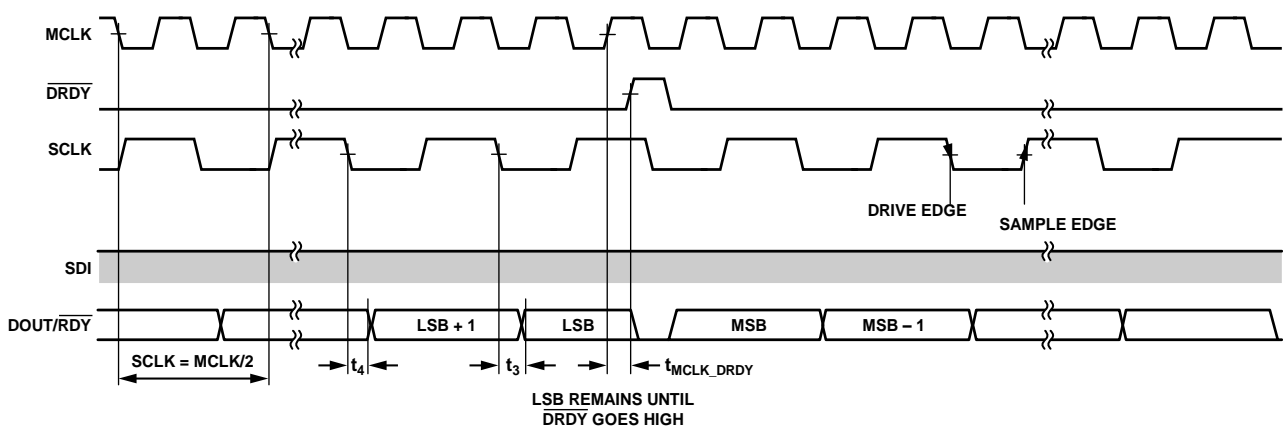

図95. SPI制御、連続リードバック・モードでの変換読出しのための推奨インターフェース
AD7768-1のインターフェースは柔軟で、様々なDSPとマイクロコントローラ・ユニット (MCU) の数多くの動作モードとデータ出力フォーマットに対応可能です。変換結果の読出しに関して最大限の性能を実現する推奨インターフェース構成を図95に示します。この推奨実装は、同期されたSCLKとMCLKの関係を使用します。
推奨インターフェース動作を図95に示します。データ・リードバックは周期全体にわたって行われ、LSBは、次の変換のためにDRDYがハイになるまでそのまま残ります。
2. DRDYまたはRDYのタイミングに基づいてSCLKを生成します。DRDY信号がハイになるとSCLKがハイになり、MCLK立下がりエッジでの移行(図95参照)によってLSBを正しく読み込むことができます。これは、DOUT/RDY出力がDRDYの立下がりエッジでリセットされることによります。しかし、SCLKの立下がりエッジはこの移行の前に発生します。
データのクロッキングはODRの周期全体を使って行われるので、LSB出力ごとにRDY信号がフラグされることはなくなります。この信号は、AD7768-1が連続リードバック・モードにある場合、あるいは図95に示すように、AD7768-1がDRDYの前1×MCLK以内に32個のSCLKをカウントしない場合だけフラグされます。